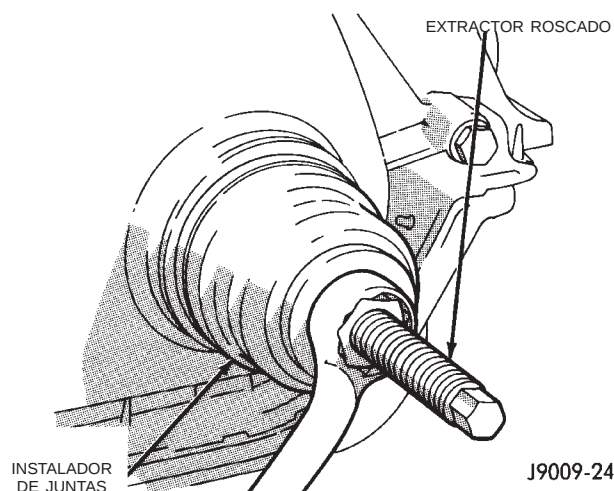

Fig. 40 Instalación de la junta de aceite de la tapa del cárter de la distribución
(1) Coloque la junta de aceite de recambio en el instalador de juntas y alineador de tapa del cárter de la distribución 6139, con el extremo abierto de la junta hacia adentro. Aplique una película delgada de Perfect Seal, o su equivalente, en el diámetro externo de la junta. Aplique una capa delgada de aceite de motor al cigüeñal.
(2) Coloque la herramienta y la junta sobre el extremo del cigüeñal e inserte un extractor roscado en el instalador de juntas 6139 (Fig. 40). Apriete la tuerca contra la herramienta hasta que toque la tapa.
(3) Retire las herramientas. Aplique una película delgada de aceite de motor a la superficie de contacto entre la junta y la maza del amortiguador de vibraciones.
(4) Aplique sellante adhesivo de caucho siliconado Mopar a la ranura de chaveta del cigüeñal e inserte la chaveta. Con la chaveta insertada en la ranura del cigüeñal, instale el amortiguador de vibraciones, la arandela y el perno. Lubrique y apriete el perno con una torsión de 108 N·m (80 lbs. pie).